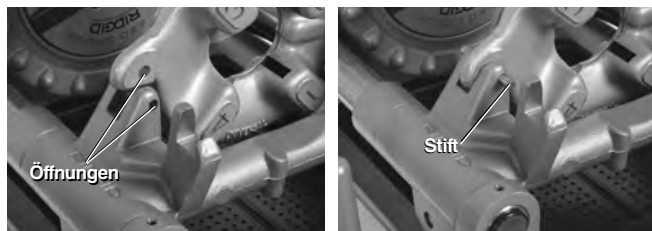

Abbildung 26 – Halten des Linksgewindeschneidkopfs
2. Stecken Sie einen 5/16" Stift mit 2" Länge durch die Öffnungen in der Schlittenauflage und im Linksgewindeschneidkopf, um ihn in seiner Position zu halten (siehe Abbildung 26).